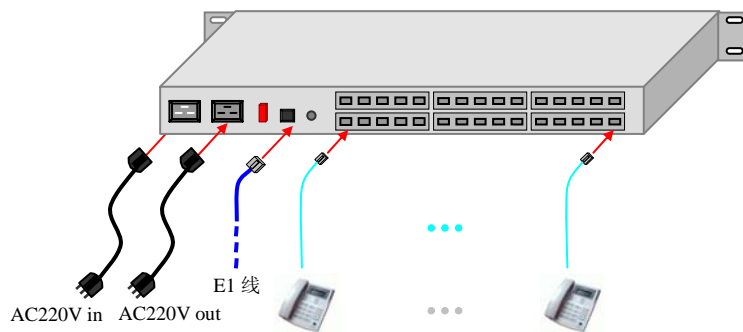

图 2-5 接线示意图
- ② 关于如何连接模拟电话线，请参考“图2-5 接线示意图”。
- ② 关于如何及连接 E1，请参考“图2-5 接线示意图”。
- ① 关于如何及连接电源线，请参考“图2-5 接线示意图”。
- ② 为保证设备人身安全。电源的电压等参数必须符合“附录 A 主要性能/技术参数”中